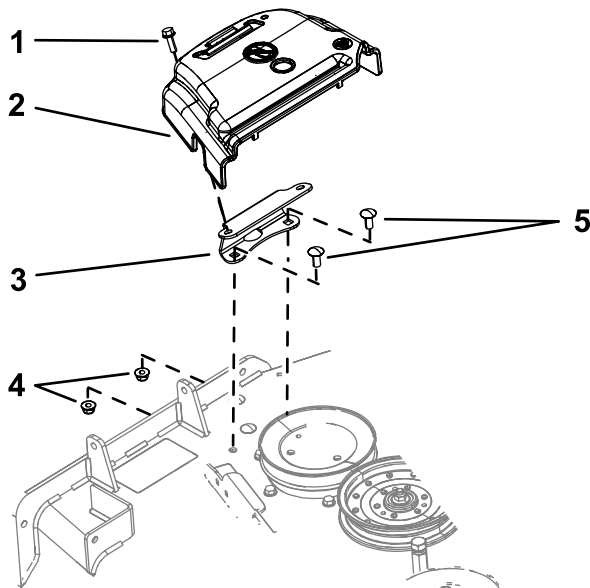

Figura 2
1. Gire el perno que sujeta la cubierta de la correa a la carcasa en sentido antihorario para aflojarlo (Figura 2).
2. Retire la cubierta de la correa y el perno del soporte de montaje (Figura 2).
1. Retire los 2 pernos y las 2 tuercas con arandela prensada que sujetan el soporte de montaje de la cubierta a la carcasa (Figura 2).